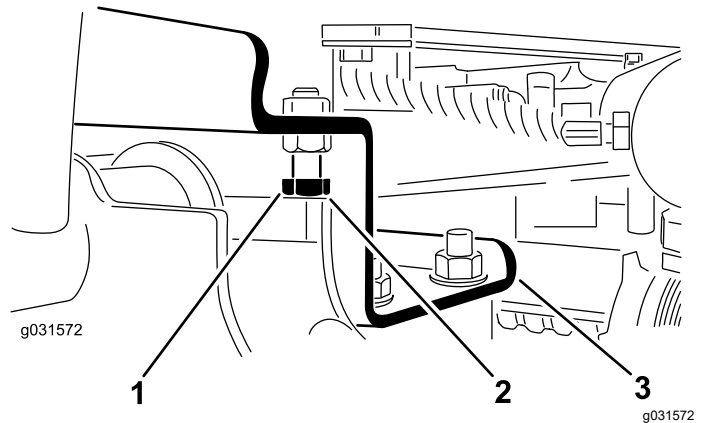

Figure 13
A. Desserrez les boulons d'arrêt (Figure 13).
2. Vérifiez que l'écartement entre chaque bras de levage et le boulon d'arrêt est compris entre 0,13 et 1,02 mm (0,005 et 0,040 po), comme montré à la Figure 13.